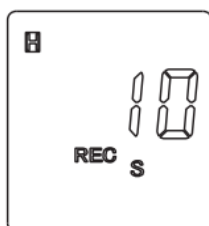

Fig.5
- 5.3 Para ajustar o tempo de atraso de início de gravação de dados. Pressione MODE novamente, as indicações "REC" "S" e "H" estarão piscando ao mesmo tempo(Fig.5),